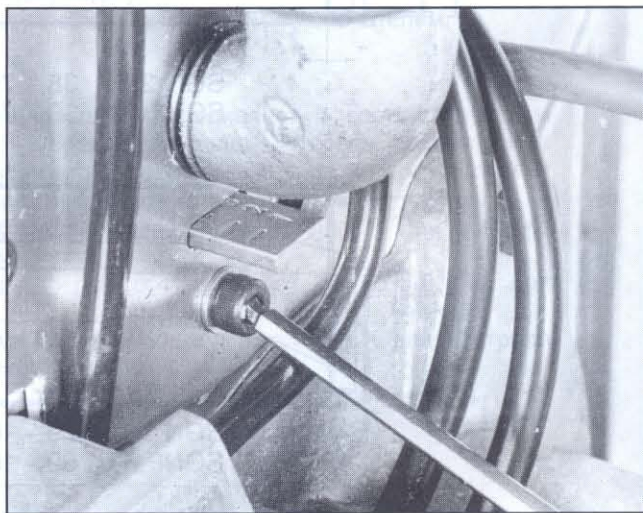

Рис. 2: Настройка вторичного воздуха (перестановка головки с соплом)
3. Настройка давления вторичного воздуха - рис. 2. Перемещением завихрителя в смесительном устройстве изменяется давление смешивания. **Преимущества:** Оптимальное сгорание при разном составе смеси в камере горения.
Настройка смесительного устройства - рис. 2
При настройке необходимо обратить внимание на то, что при большом избытке воздуха доля неполностью сгоревшего газа (концентрация CO) опять возрастает. Большой недостаток воздуха проявляется высоким содержанием CO и снижением содержания CO₂ при дальнейшем снижении подачи воздуха. В случае недостатка воздуха при полностью открытом воздушном клапане или в случае, когда наблюдается отрыв пламени, необходимо с помощью винта настройки (см. рис. 2) снизить давление за завихрителем. При оптимальной настройке газовой горелки достигает ток ионизации в автоматике